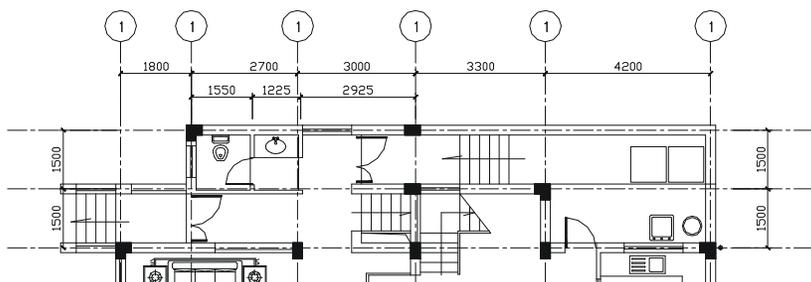

图 9-1-71
**STEP 07** 依次单击每条轴线的端点, 得到如图 9-1-71 所示的标注。